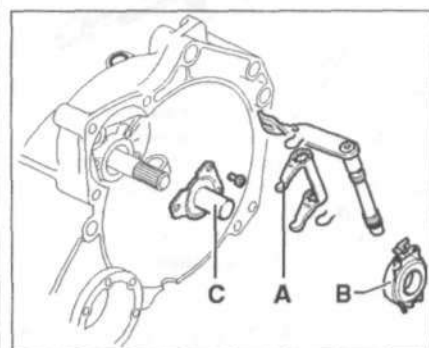

Рис. 8.17. Снимите рычаг А вместе с подшипником В выключения сцепления. Снимите направляющую втулку С.
3. Снимите рычаг А вместе с подшипником В выключения сцепления (рис. 8.17). Снимите направляющую втулку С.